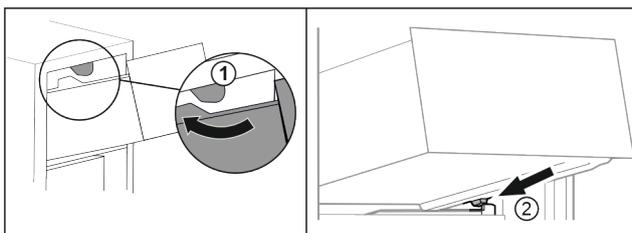

Fig. 68
- ▶ Schubfach um die oberen Stopper herumführen. Fig. 68 (1)
- ▶ Schubfach schräg hinter den unteren Stoppern auf Behälterrippe aufsetzen. Fig. 68 (2)